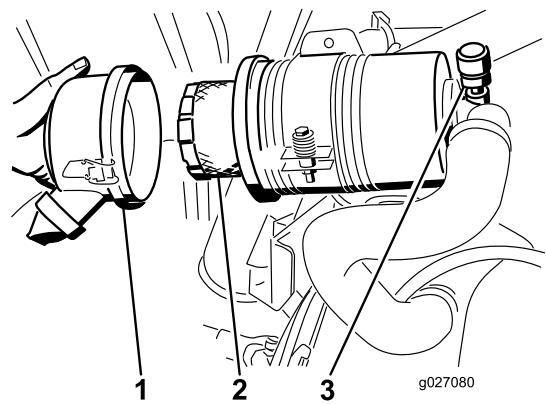

Bild 50
5. Nehmen Sie den Filter heraus und wechseln Sie ihn (Bild 50).